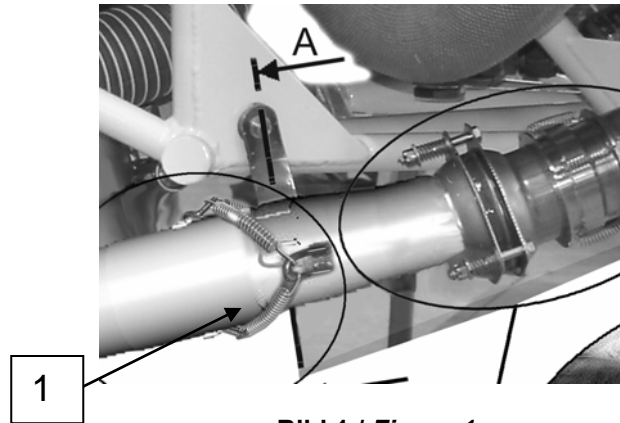

Bild 1 / Figure 1
2. Die Federn an der flexiblen Verbindung demontieren, siehe Bild 1.
2. Remove springs that tighten the slip joint, see Fig. 1.